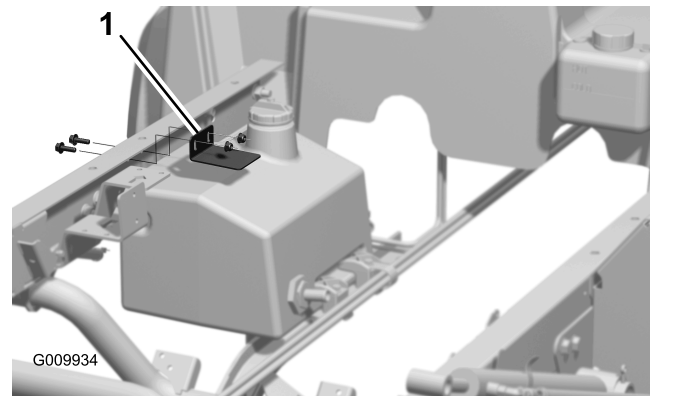

Figure 10
- Fixez légèrement le dispositif de maintien du réservoir sur le profilé de châssis gauche à l'aide de 2 vis à embase (5/16" x 1") et 2 écrous à embase (5/16"), comme illustré Figure 10.